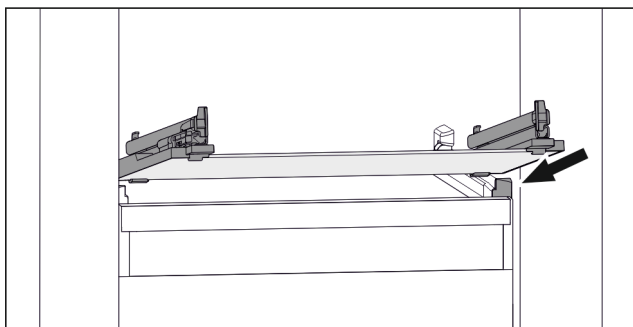

Fig. 154 Exempel på glashylla
- ▶ Sätt på glashylla i vinkel bakom stopplackarna. (se Fig. 154)